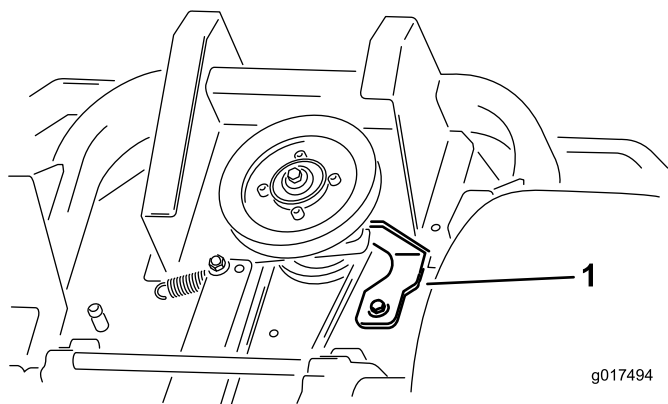

Bild 58
5. Entfernen Sie den Kupplungsanschlag, wie in Bild 58 dargestellt.
9. Befestigen Sie den Kupplungsanschlag, wie in Bild 58 dargestellt.